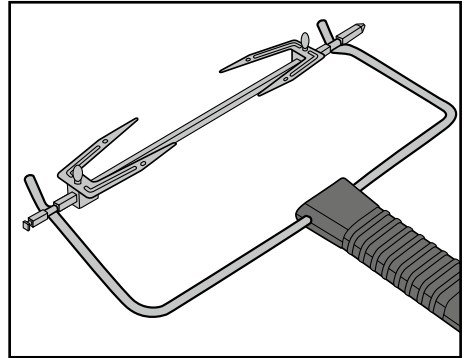

Abb. 3: Einhängen der Zange **12** beim Drehspieß **16**
- Um den heißen Drehspieß **16** zu entnehmen, greifen Sie mit den Haken am Ende der Zange **12** in die Vertiefungen am Drehspieß **16** (Abb. 3):